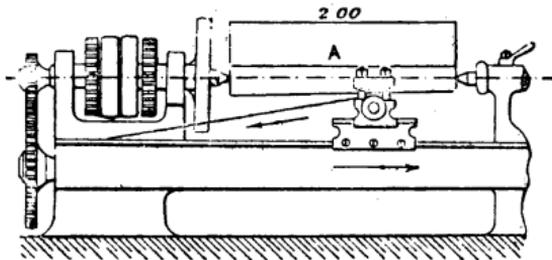

Fig 688.
*Disposition pour tourner cône une pièce très longue sur un tour parallèle.* — En supposant une colonne A qui ait 2 mètres de longueur et que l'on désire tourner cône de 20 millimètres, soit 200 millimètres à une extrémité et 180 millimètres à l'autre, on doit chercher de suite le pas de la vis transversale du chariot (fig. 688).